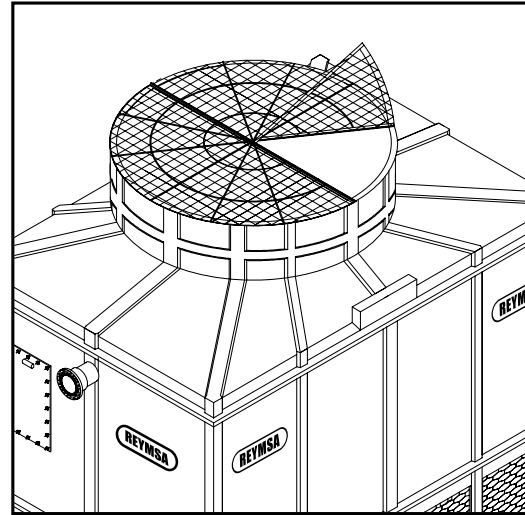

Figura A-123: Puerta de acceso de la malla de una torre RTGM y RTGMTC.
- L. La malla de la campana tiene una puerta de acceso para entrar a la parte interior a realizar mantenimiento o inspección, ver Figura A-123.